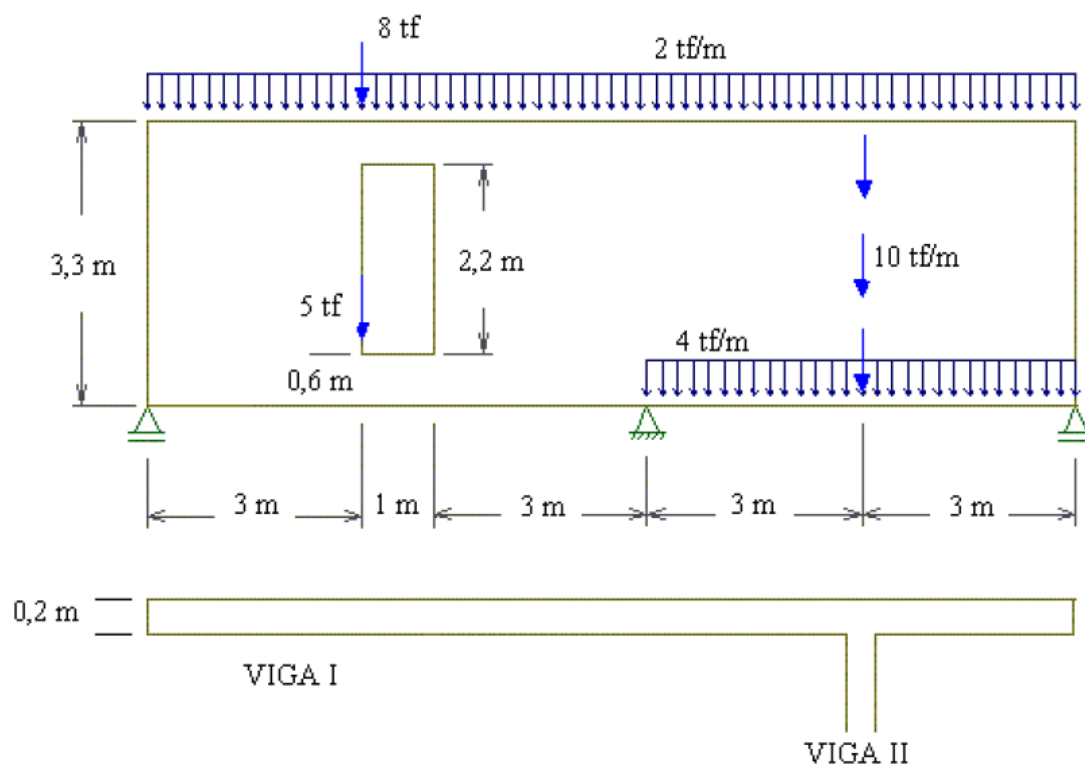

Figura 1 – Esquema da viga parede.
O objetivo deste exemplo é a verificação do comportamento estrutural de uma viga parede com abertura. A estrutura a ser analisada corresponde a uma viga de concreto armado cuja espessura é pequena se comparada às outras dimensões (altura e comprimento). Esta viga possui uma abertura para a instalação de uma porta. A figura 1 mostra esquematicamente tal estrutura.
do eixo z é nula embora a deformação ε_z seja diferente de zero. As demais componentes de tensão σ_x , σ_y e σ_{xy} , no plano xy, são não nulas. Estas são as características de um Estado Plano de Tensões, que pode ser analisado através de um modelo bidimensional composto apenas pelo plano médio da viga parede (plano xy), conforme a figura 1.
- Conforme figura 1.